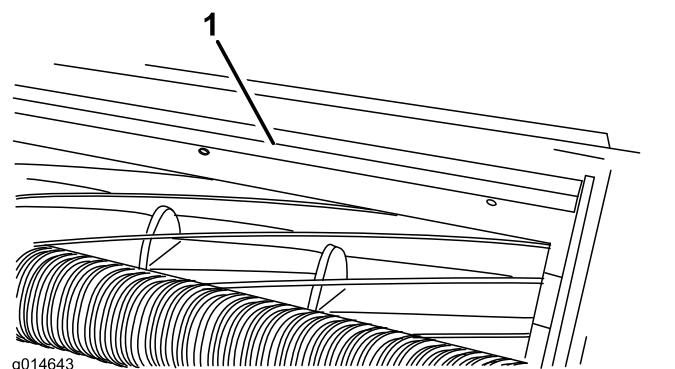

Figure 6
1. Desserrez les boulons qui fixent la barre supérieure (Figure 6) à l'unité de coupe.